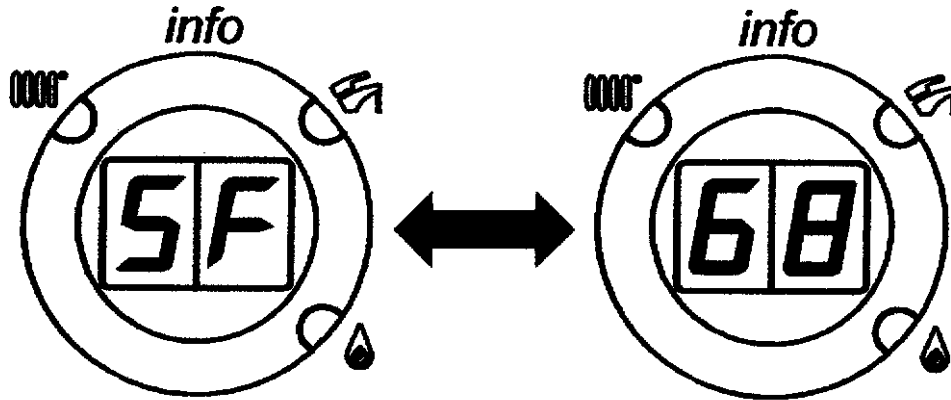

Fig. 28
- 2 Loosen the gas inlet pressure test point screw on the gas valve (see Fig. 28). Ensure the gas supply is on and open the boiler service cock to purge.
2. Desserrez la vis du point d'essai de pression de la prise de gaz sur la vanne à gaz (voir Fig. 28). Assurez-vous que l'alimentation du gaz est active et ouvrez le robinet d'alimentation du gaz de la chaudière pour le vidanger.